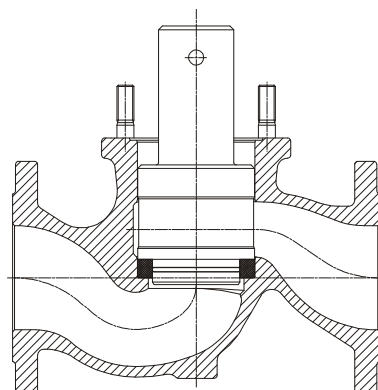
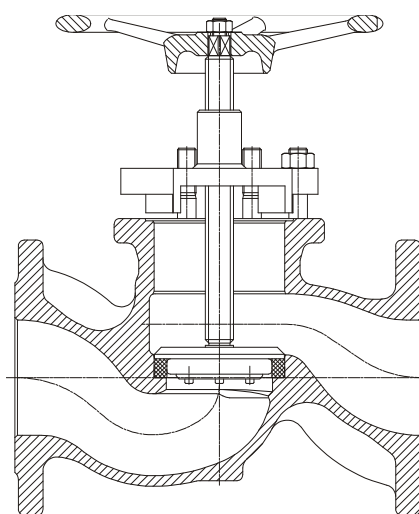

рис. 5
рис. 7
- монтаж нижнего вентильного кольца KX-GT (поз. 14) при помощи KX-GT инструмента (см. стр. 11 рис. 5) *) (для Ду 100 – 150 см. рис. 7)